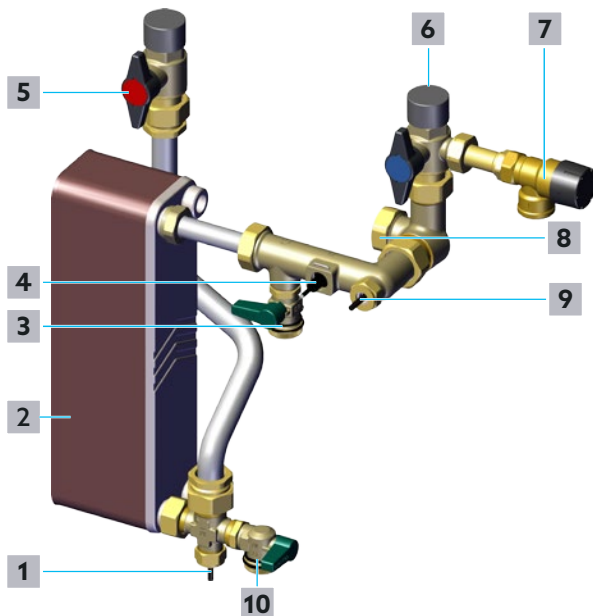

Fig. 19 - Riempimento e sfiato del circuito ACS
- 1** Aprire lentamente la valvola a sfera di chiusura dell'acqua potabile calda (vedere **5** in Fig. 19 a pagina 26 e **10** in Fig. 2 a pagina 12).
- 2** Aprire lentamente la valvola a sfera di chiusura dell'acqua potabile fredda (vedere **6** in Fig. 19 a pagina 26 e **11** in Fig. 2 a pagina 12).
- ▶ Se continuano ad essere presenti eventuali rumori prodotti da eventuali sacche d'aria all'interno del circuito dell'acqua potabile, aprire leggermente il rubinetto a sfera di carico e scarico della caldaia dell'acqua potabile calda fino a quando non fuoriesce solo acqua (vedere posizione **10** in Fig. 19 a pagina 26 e posizione **16** in Fig. 2 a pagina 12).